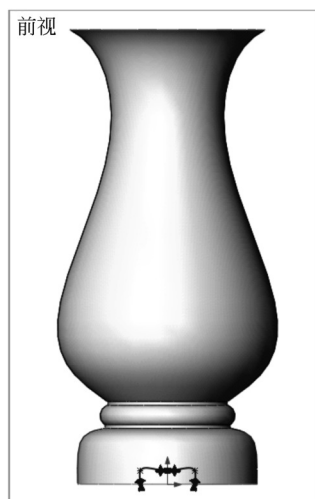

图 6-135 在前视基准面中绘制草图
- [3] 在前视基准面中绘制草图, 如图 6-135 所示。